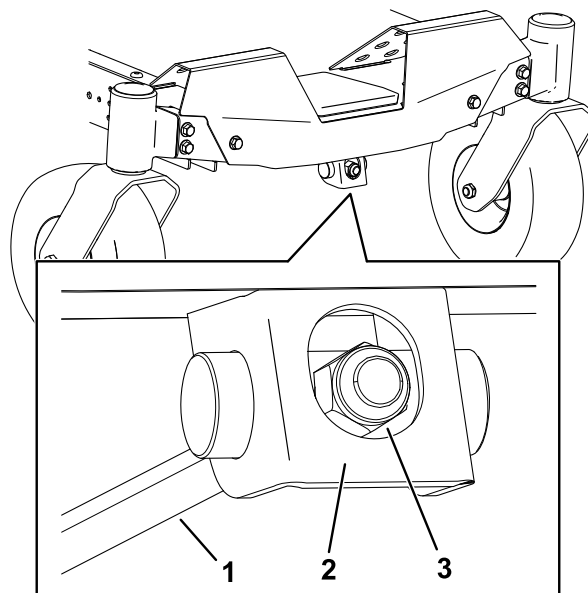

Figura 65
1. Gire la tuerca de ajuste de la parte delantera del cortacésped (Figura 65).